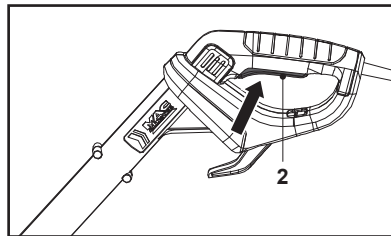

Fig. 15
1. Tenir le produit avec une main sur la poignée secondaire (15) et l'autre sur la poignée principale (1).
2. Appuyer sur l'interrupteur marche / arrêt (2) pour mettre le produit sous tension (Fig. 15).
3. Relâcher l'interrupteur marche / arrêt (2) pour mettre le produit hors tension.